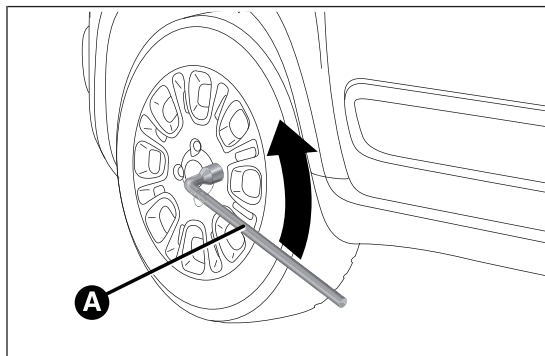

fig. 103
- ☐ tomar la llave A fig. 103 y aflojar una vuelta los tornillos de fijación. Para las versiones con llantas en aleación, mover el vehículo para facilitar la separación de la llanta del cubo de la rueda;
- ☐ tomar la llave A fig. 103 y apretar a fondo los tornillos de fijación;